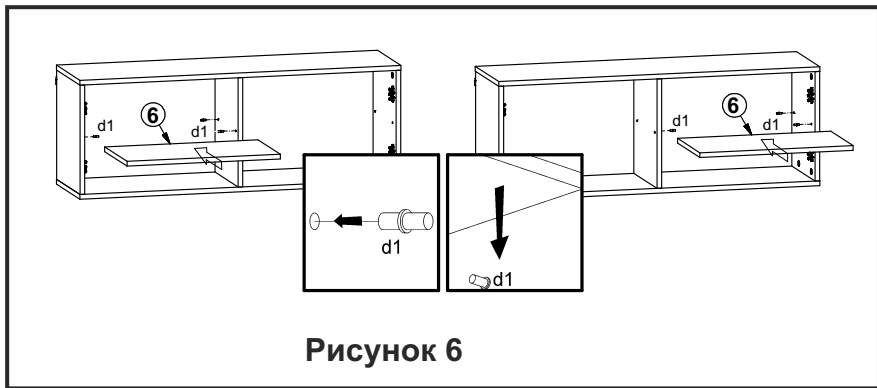

Рисунок 6
17. Установить полку переставную 6 на полкодержатели d1 (см. рис. 6).
ВНИМАНИЕ! Возможно полку переставную 6 устанавливать в левой или правой нише шкафа настенного (см. рис. 6).